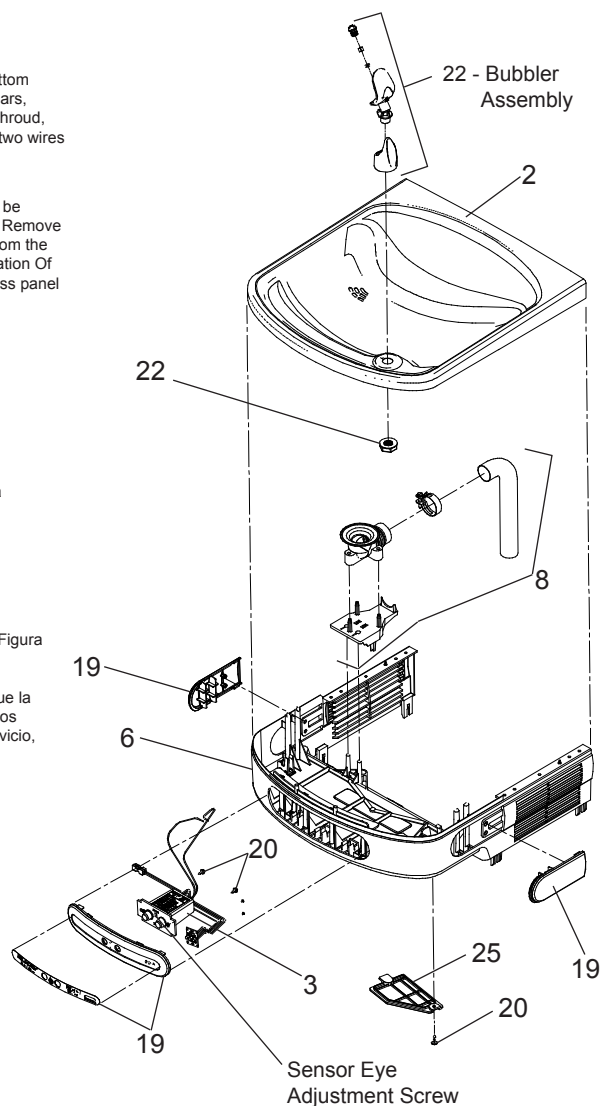

FIG. 3
- Using a small tip screwdriver, locate range adjustment screw through the small hole between the sensor lenses (See Page 1.) Turn this screw clockwise to increase range and counterclockwise to decrease range (See Fig. 3).
- Usando un desatornillador con punta pequeña, gire el tornillo de un lado a otro pequeña agujero entre la ver ventana. de ajuste de límites en el sentido de las manecillas del reloj para aumentar el límite y en sentido contrario de las manecillas del reloj para reducir el límite (Vea Fig. 3).
- A l'aide d'un petit tournevis à pointe, effectuez une rotation de la vis de réglage à traverser la petit trou entre voir fenêtre dans le sens des aiguilles d'une montre afin d'augmenter la portée, et dans le sens inverse pour la diminuer. (Voir Fig. 3).